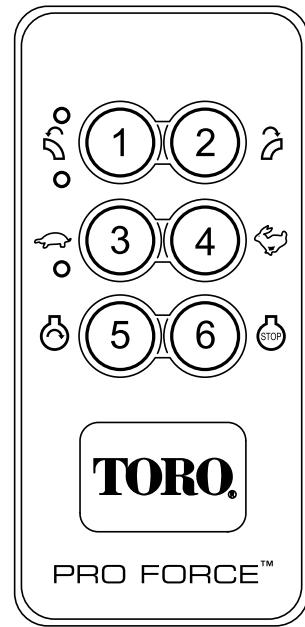

図 15
4. エンジンは、エンジン始動許可条件が整った状態で始動操作を行ったときのみ、始動できます。エンジン始動許可条件は、以下に述べる「エンジン始動許可手順」を実行したときのみ成立します（図 15）。